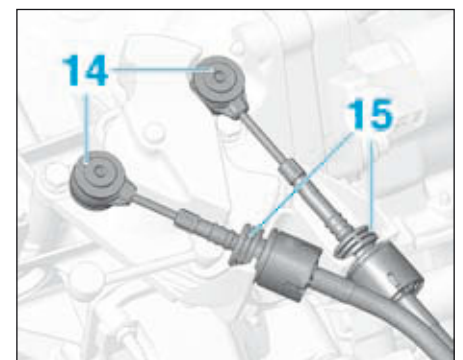

FIG.109
- Libérer les rotules de commande de vitesses (14) (Fig.109).
- Déverrouiller les arrêts de gaines (15) des câbles de commande de vitesses du support.